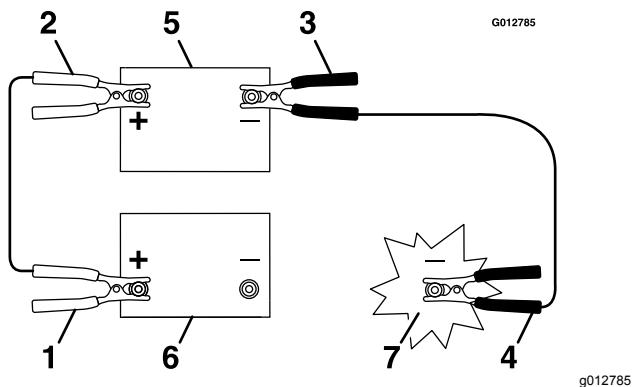

Bild 42
1. Schließen Sie das positive Überbrückungskabel - rot (+) - an den positiven Batteriepol der entladenen Batterie an, wie in Bild 42 dargestellt.
2. Schließen Sie das andere Ende des Pluskabels an den Pluspol der Zusatzbatterie an (Bild 42).
4. Schließen Sie an der Maschine mit entladener Batterie das andere Ende des negativen Starthilfekabels an den Motorblock an, und zwar an einer Stelle, die von der Batterie und den Antriebsriemen entfernt ist (Bild 42).
2. Trennen Sie das Minuskabel vom Motorblock ab (Bild 42).
3. Trennen Sie das Minuskabel von der entladenen Batterie ab (Bild 42)
4. Trennen Sie das Pluskabel von der Zusatzbatterie ab (Bild 42)
5. Trennen Sie das Pluskabel von der entladenen Batterie ab (Bild 42)